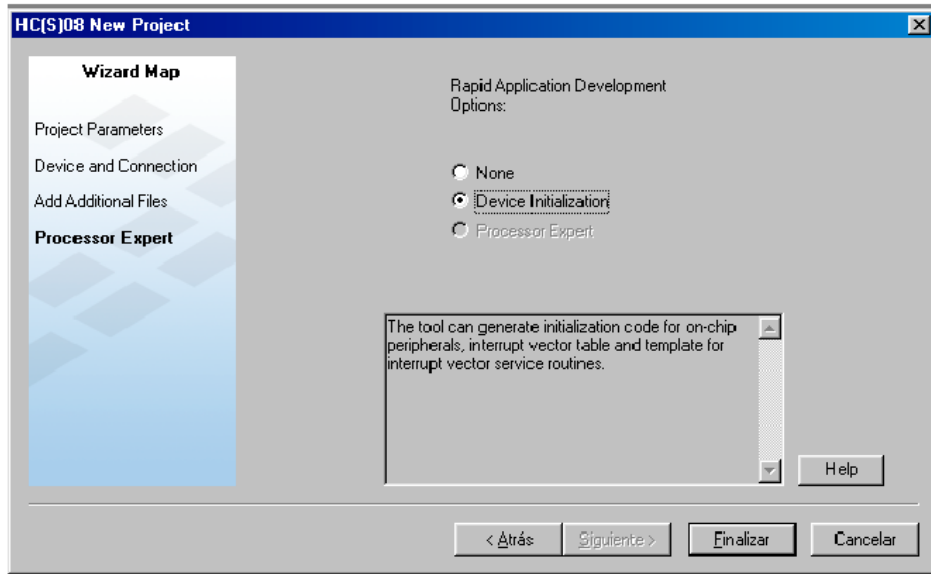

Figura 5.- Pantalla de elección o no de generación de código asistido (Processor Expert).
- 5) En la pantalla que se observa en la **figura 5.-**, se puede elegir la generación de código de inicialización de los distintos periféricos asistida o no. Nosotros elegiremos utilizar la generación de código asistida, por medio del aplicativo “**Processor Expert**”, que nos irá guiando paso a paso en la inicialización de los distintos periféricos del MCU elegido.